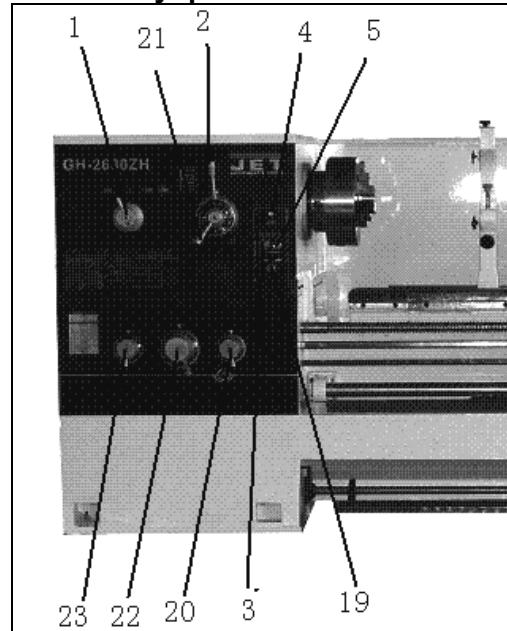

Рис.5
**Перед пуском станка рукоятка выбора направления вращения шпинделя должна быть установлена в нейтральное положение (13, Рис.5).**
Кнопка аварийного отключения (3, Рис. 5) отключает все функции станка.
Перед пуском станка убедитесь, что рукоятка выбора направления вращения шпинделя установлена в нейтральное положение (13, Рис.5).
Рукоятка выбора направления вращения шпинделя (13, Рис.5) должна быть переставлена в правильном направлении. Никогда не используйте толчковый режим поворота шпинделя для работы при низкой частоте вращения.
Благодаря переключателям выбора подачи (20,22,23, Рис.5) можно выбрать различные значения продольной и поперечной подачи.